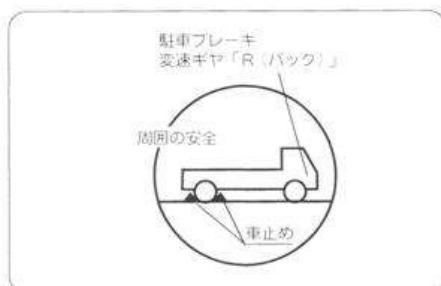

図41
■自動車（トラック）への積み込み・運搬（図41）
- ①トラックを平坦な場所に止め、駐車ブレーキをかけます。
- ②あゆみ板を荷台に確実に固定します。
- ③上り、下りは最低速で走行します。
- ④主変速レバーは〔低〕位置に入れ、また主クラッチレバーも〔入〕位置にしておきます。
- ⑤機体は荷台にロープで確実に固定します。
- ⑥機体にロープをかけるときは、後ヒッチ・車輪・前スタンド・ハンドル部2カ所を固定してください。